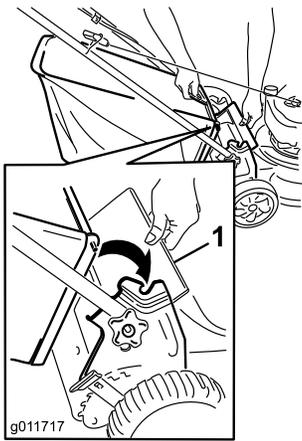

Figura 13
1. Levante el deflector trasero (Figura 13).
2. Introduzca el asa de la bolsa de recortes en las muescas de los soportes del manillar (Figura 13).